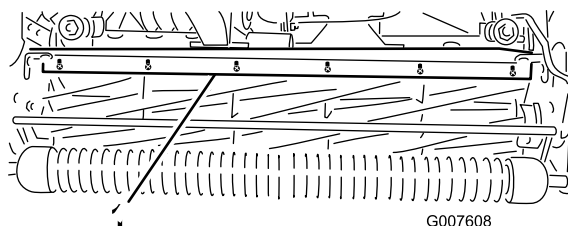

Figure 56
1. Desserrez les vis de fixation de la barre supérieure (Figure 56) au plateau de coupe.